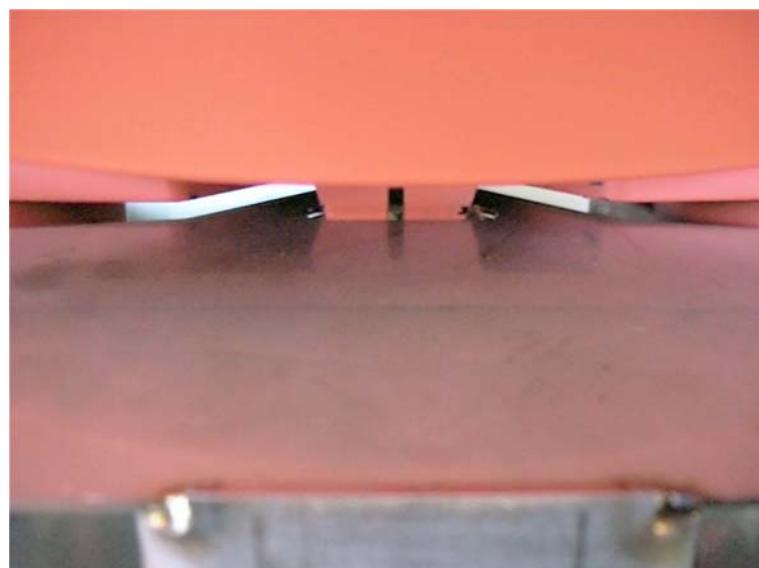

Fig. 2
- Accrocher le dispositif d'épandage sur 2 bandes à la « pointe de la tôle de guidage » (voir Fig. 2).